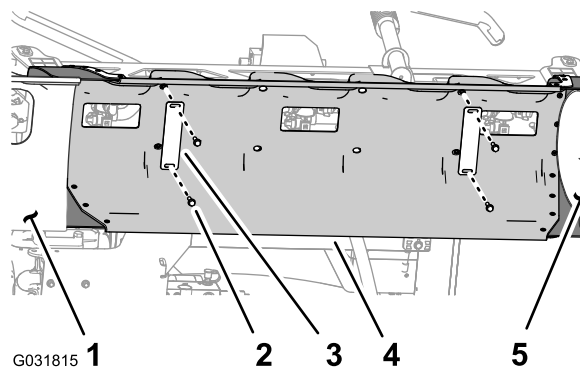

Figure 19
- Tout en soutenant le couvercle de la section centrale (11 buses), retirez les 4 boulons à embase (5/16 x 1-1/4") et les 2 brides qui fixent le couvercle sur son support (Figure 19).